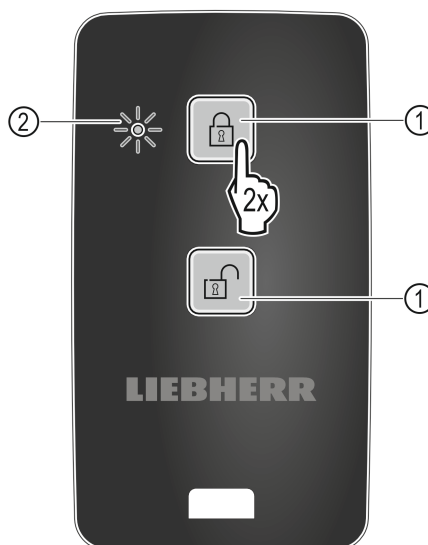

Fig. 101
- ▶ Appuyer deux fois sur une touche de la télécommande Fig. 101 (1).
- ▷ La LED d'état Fig. 101 (2) sur la télécommande clignote à trois reprises.